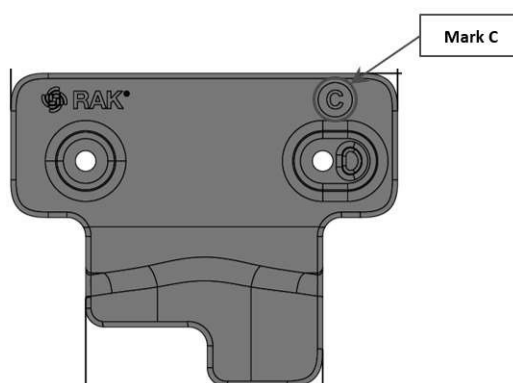

Abbildung 17: Mit dem Buchstaben C gekennzeichnetes Befestigungszubehör
1. Verwenden Sie für die horizontale Überlappung der Mastbefestigung zwei (2) Befestigungszubehörteile, die mit dem Buchstaben C gekennzeichnet sind, wie in **Abbildung 17** dargestellt.